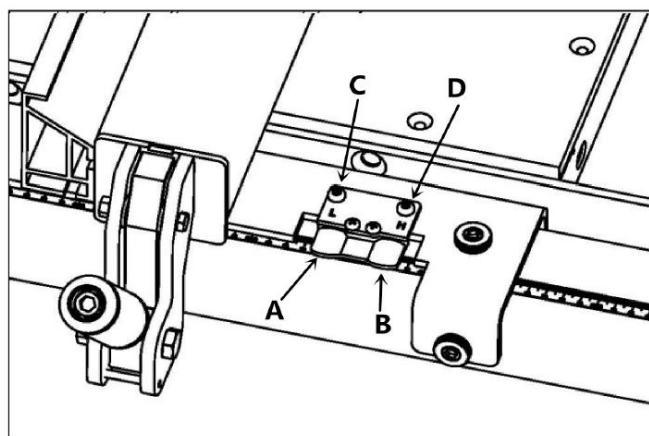

Рисунок 12
Станок оснащен параллельным упором с двумя окнами-указателями. Как показано на рис.12.
Установите параллельный упор в качестве высокого упора, как показано на Рис.12. Прижмите упор к пильному диску, убедитесь, что отметка "0" находится непосредственно под красной линией в окне указателя (B), при возникновении каких-либо отклонений ослабьте винты (C& D), микро-отрегулируйте окно так, чтобы красная линия на окне находилась над отметкой "0" на ленте, затем закрепите винты (C&D).